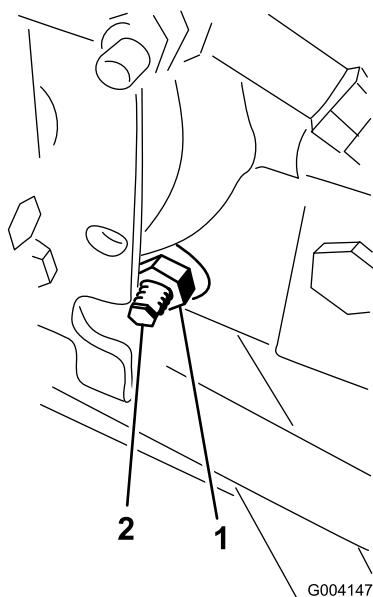

Figura 47
3. No lado direito do hidrostato, solte a porca de bloqueio no excêntrico de ajuste da tração (Figura 47).